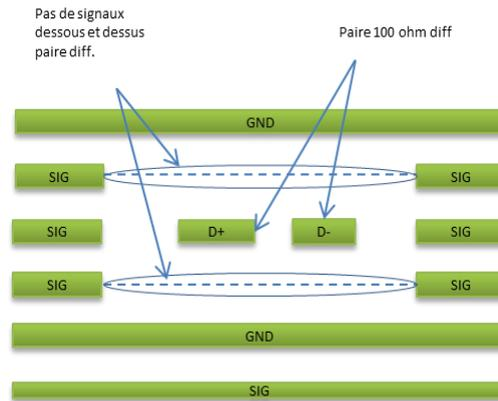

Figure 1
!!!!!! 3 bottoms layers (GND—Diff pairs high speed – GND--.....)voir figure 1
Utiliser de larges traces (voir figure 1 et feuilles attachées A0-A3)
- Implantation comme sur figure 1 et 2